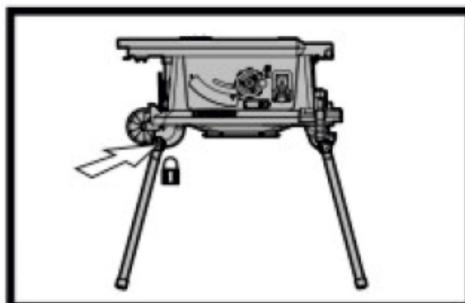

Рис. 4
4. Установите станок на ровную поверхность (Рис. 4)